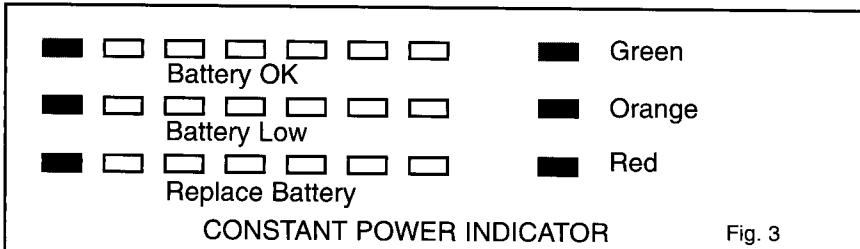

Fig. 3
- L'indicateur de tension Continue permet à l'utilisateur de voir le niveau des piles à tout moment. La DEL restera allumée chaque fois que l'unité est mise en marche. Elle peut avoir une des trois couleurs suivantes (Voir figure 3):